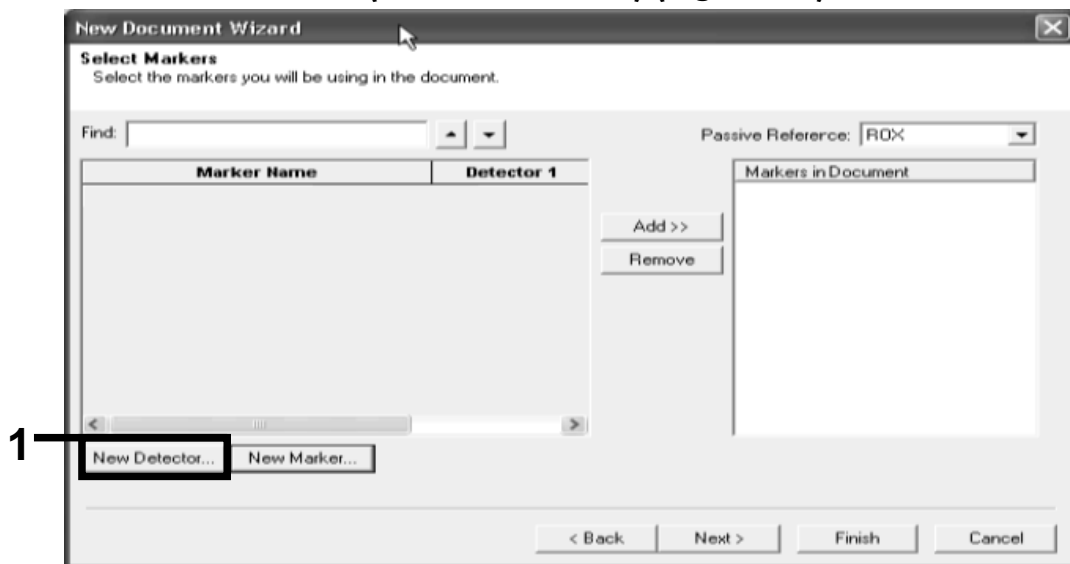

Figura 14. Il riquadro "Markers in Document" non contiene nessun marker adatto all'applicazione richiesta.
15. Per creare i rilevatori e i marcatori, procedere come segue. Cliccare su "New Detector" (nuovo rilevatore) (Figura 14).
18. Cliccare su “New marker” (nuovo marker) nella finestra di dialogo “Select Markers” (v. Figura 14).